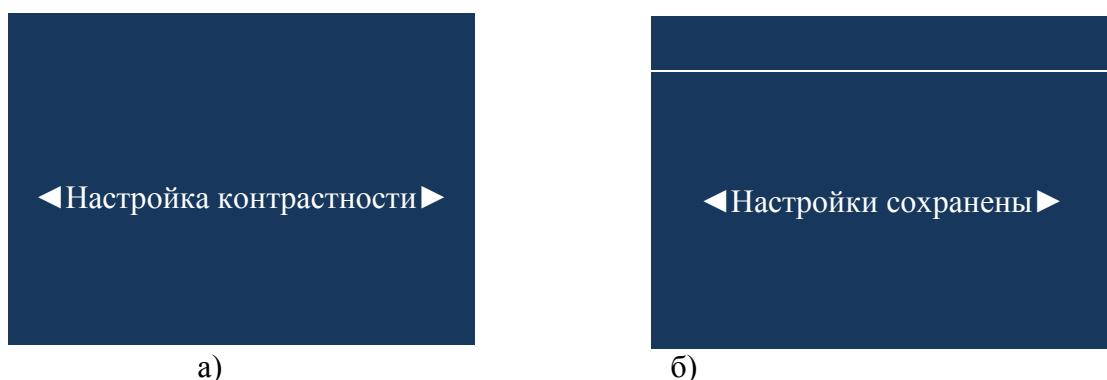
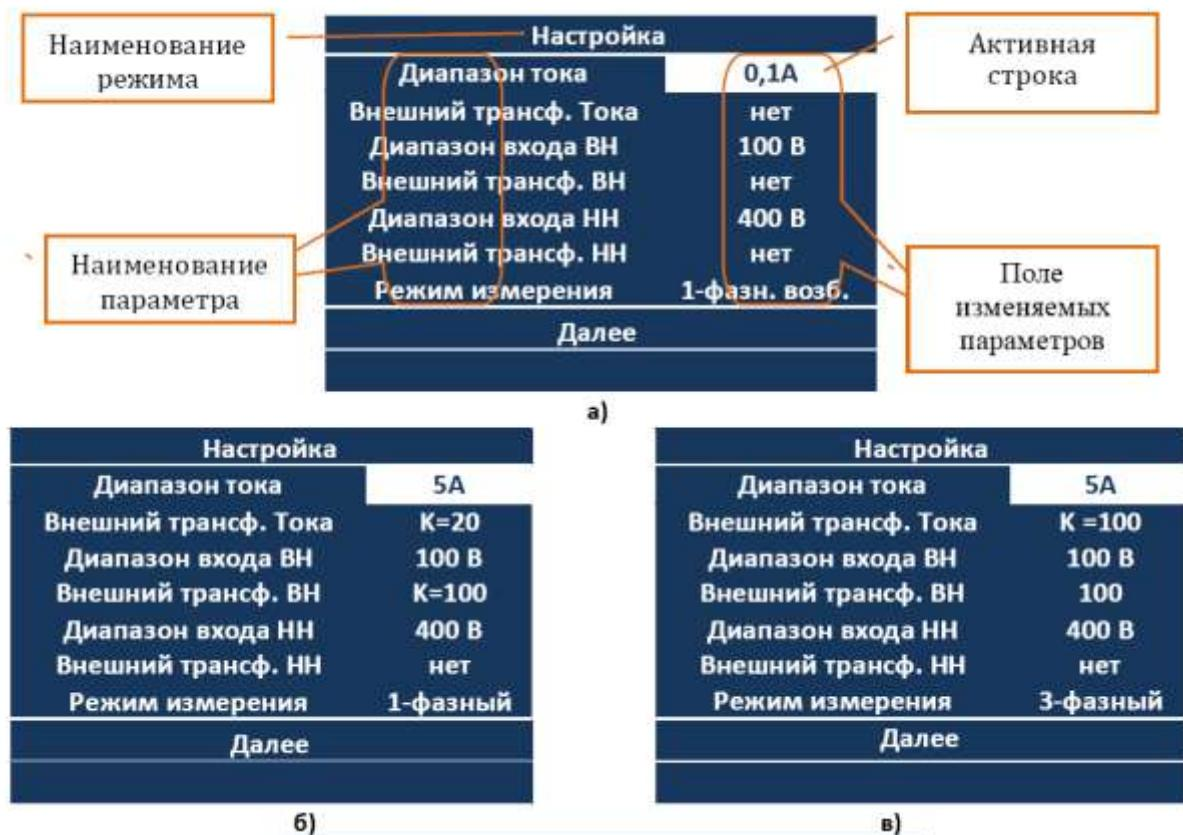

Рисунок 5.2
Рисунок 5.3
5.2 В случае неудовлетворительного качества изображения на индикаторе, следует нажать кнопку «ВЫХОД» 12 (рисунок 1.1) и кнопками «►», «◀» добиться удовлетворительного для восприятия изображения (рисунок 5.2а). Нажатие кнопки «СОХР.» позволит сохранить сделанные настройки (рисунок 5.2б) и через несколько секунд на индикатор выводится основное меню настроек (рисунок 5.3).
5.2.1 Меню настройки измерителя, рисунок 5.3, содержит следующие пункты, см.табл.1. Конкретное значение числовых полей может отличаться от приведенных, т.к. параметры настроек в Вашем измерителе могут быть иными и они сохраняются до следующего изменения (например варианты на рисунке 5.3а, б ,в).
Проверьте соответствие настроек требуемым. В случае необходимости внесите изменения. С помощью кнопок « \blacktriangle », « \blacktriangledown » выполняется перемещение по строкам. Активная строка (рисунок 5.3а) инверсно отображается в поле изменяемых параметров. Кнопками « \blacktriangleright », « \blacktriangleleft » произвести необходимую настройку выбранного параметра измерителя в пределах показанных в табл.1. Нажатие кнопки «ВЫБОР» завершает ввод и возвращает к режиму выбора параметра. Для сохранения всех сделанных изменений нажмите кнопку «СОХР».